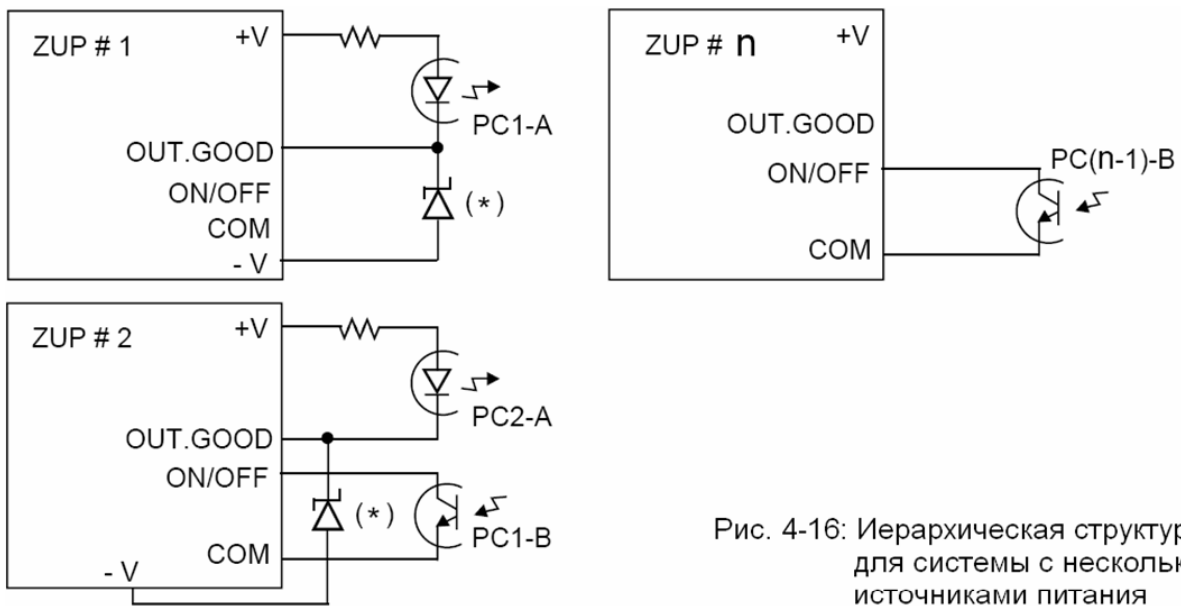

Рис. 4-16: Иерархическая структура для системы с несколькими источниками питания
2. Иерархическая структура из нескольких источников питания: В системе из нескольких источников питания можно определить иерархию, при которой включаются любые N+1 блоков сигналом Output Good на N-м блоке. В такой структуре срабатывание защиты на блоке N вызывает отключение всех блоков, следующих за ним. Типовая схема подключения представлена на рис. 4-16.